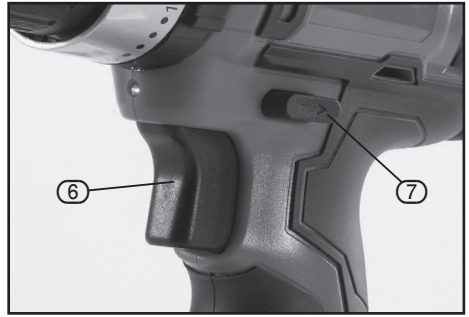

FIG.3
9.3 VARIABLE SPEED TRIGGER – FIG.3